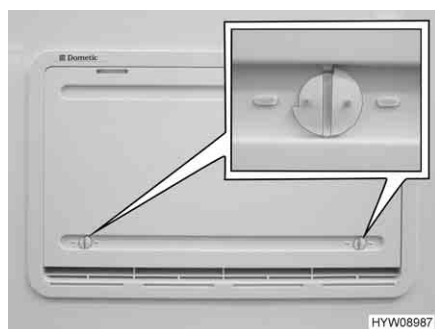

Fig. 208 Copertura invernale
Se il funzionamento del frigorifero avviene a basse temperature esterne, il produttore consiglia l'utilizzo di una copertura invernale (Fig. 208) per la griglia di aerazione del frigorifero.
- Aprire entrambi i bloccaggi (Fig. 208), la scanalatura risulterà orizzontale.